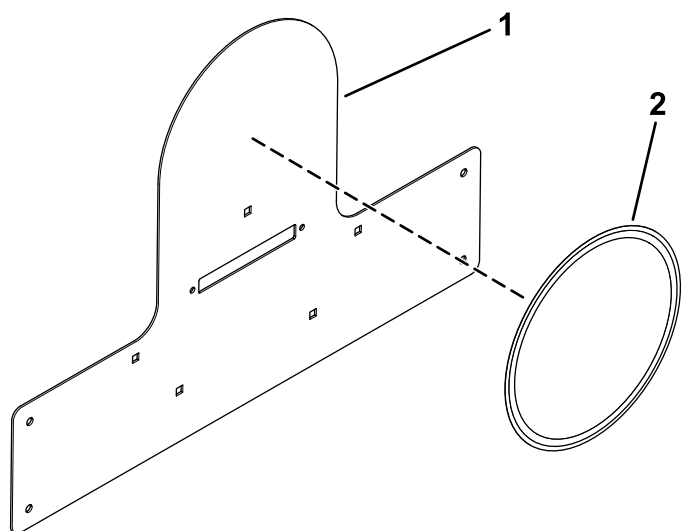

Figura 25
5. Aplicai autocolantul de viteză adecvat pe suportul plăcii de viteză (Figura 25).